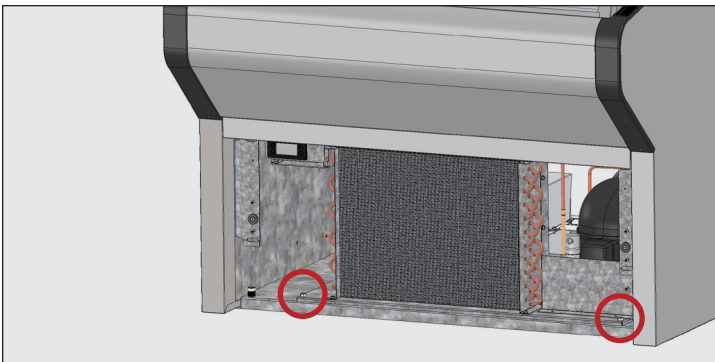

Abb. 5. Entfernen Sie die Schrauben des Verflüssigersockels.
6. Entfernen Sie die Schrauben des Verflüssigersockels. Siehe Abb. 5.